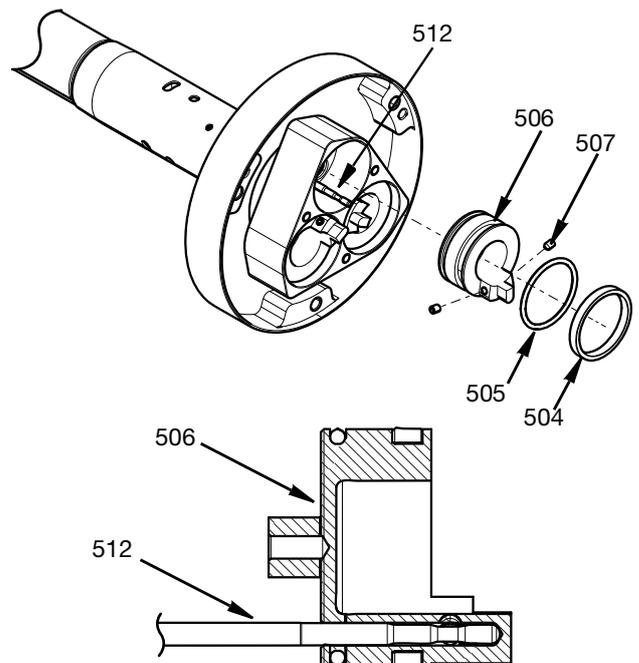

FIG. 31
- a. Смажьте уплотнительные кольца (505) и направляющие кольца (504) синтетической консистентной смазкой.
- c. Вставьте поршни в корпус цилиндра (509), совместив отверстие запорного клапана со штоком запорного клапана (512).
- d. Сдвиньте поршни и запорный клапан со штоком вместе таким образом, чтобы запорные клапаны со штоками достигли отверстия поршня. См. FIG. 31.
- e. Нанесите фиксатор резьбы (Loctite™ 242 Blue или эквивалентный) на два винта М4 (507) и затяните их, чтобы зафиксировать поршень и запорный клапан со штоком. Момент затяжки: 3,3 Н•м (29,2 дюймофунтов).
- f. Проверьте движение штока и запорного клапана со штоком: они должны двигаться равномерно, без заеданий. См. FIG. 31.